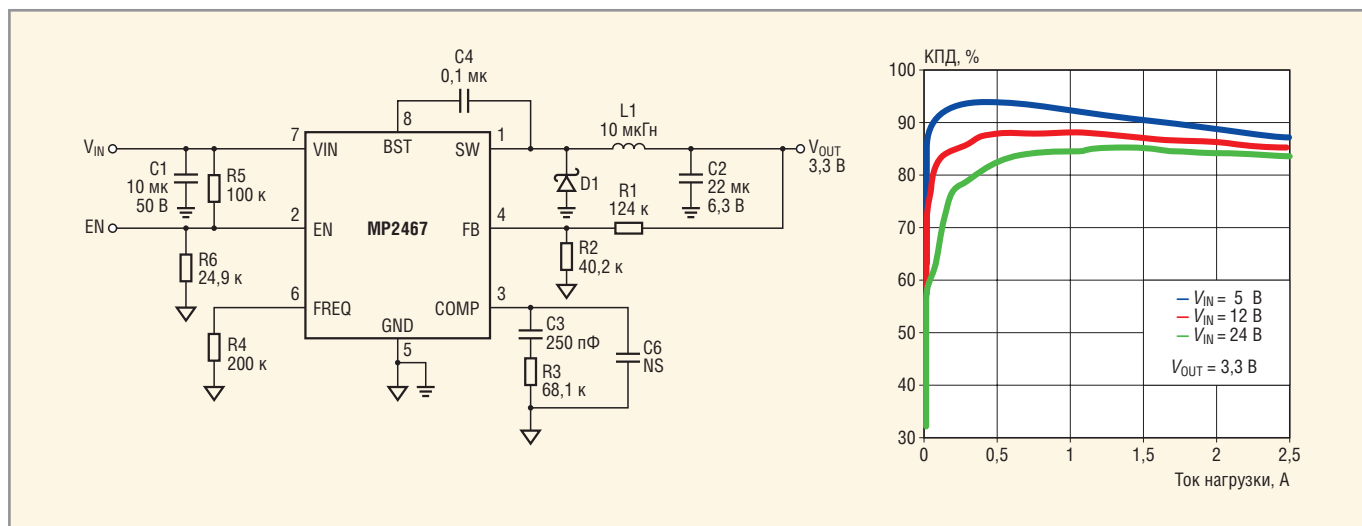

Рис. 8. Типовая схема включения преобразователя MP2467 и зависимость его КПД от тока нагрузки
- высокий КПД: до 95% (см. рис. 8);